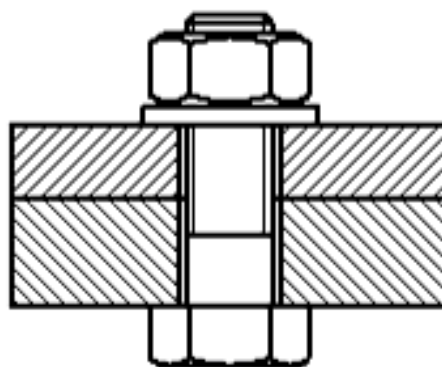

Рис. 3.100. Завершение выполнения разреза
13. После настройки всех опций нажмите кнопку «*ОК*» для создания вида (рис. 3.100).